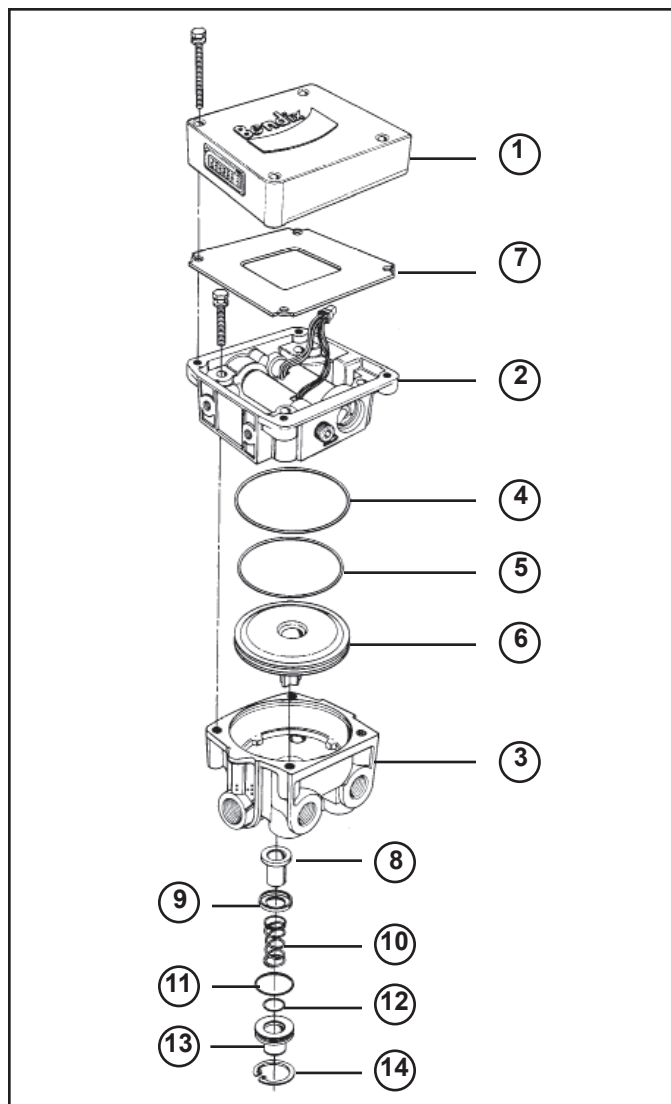

FIGURA 9 – VISTA AMPLIADA
ARMADO – CONSULTE LA FIGURA 9
2. Instale el asiento del resorte (9) en la válvula de entrada/escape (8) de manera que cubra el asiento de caucho en la válvula de entrada/escape. Coloque la válvula de entrada/escape, con el diámetro superior primero, en el agujero inferior del modulador M-12™.
3. Instale el resorte (10) sobre el barril de la válvula de entrada/escape (8) para que un extremo del resorte descansa sobre el asiento del resorte (9).
4. Instale las juntas tóricas (11, 8 y 12) en las ranuras respectivas de diámetro interior y exterior del ensamblaje de escape (13). Coloque el diámetro superior del ensamblaje de escape contra el resorte (10) y comprima el resorte hasta que el ensamblaje de escape entre en el agujero del cuerpo y la junta tórica (11) selle contra la pared del agujero.
5. Presione el ensamblaje de escape en el agujero hasta que exponga la ranura para el anillo de retención (14). Instale el anillo de retención (14) en la ranura. Asegúrese de que esté debidamente instalado.
6. Instale la junta tórica (5) en la ranura del pistón (6). Instale el pistón (6) en el cuerpo del modulador M-12™. El vástago del pistón cabe en el agujero pequeño en el centro del cuerpo.
7. Instale la junta tórica (4) en la protuberancia en la parte inferior del ensamblaje del solenoide del modulador M-12™. Instale el ensamblaje del solenoide (2) en el cuerpo de la válvula. El ensamblaje del solenoide cabrá en el cuerpo del modulador M-12™ en una de cuatro orientaciones posibles, con separación de 90 grados. Sin embargo, si el espacio es problema, asegúrese de que el puerto de control no esté directamente sobre el puerto de suministro de la válvula, que se montará en un niple en el depósito. Fije el ensamblaje del solenoide en el cuerpo de la válvula con los cuatro pernos de 12,7 mm (1/2 pulg.). Aplique 13,3 a 17 Nm (120 a 150 pulg./lb.) de torsión a los pernos.
8. Instale la junta (7) en el controlador EC-12™. Instale el controlador EC-12™ (1), como se muestra en la figura 9, enchufando el conector eléctrico del ensamblaje del solenoide en el enchufe en la parte inferior del controlador. Presione hacia adentro hasta que la lengüeta se acople. Asegúrese de que esté acoplada halando el conector levemente. Coloque el controlador en el ensamblaje del solenoide y fíjelo con los cuatro pernos de 12,7 mm (1/2 pulg.) y arandelas de retención. Aplique entre 3,3 y 6,7 Nm (30 y 60 pulg./lb.) de torsión.